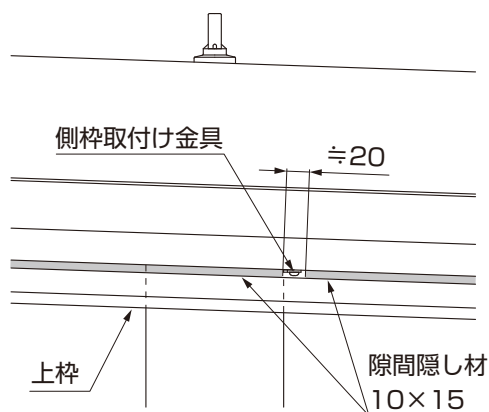

図5-3
- 側枠取付け金具の位置では、隙間隠し材とのすき間を20mmあけます。20mmのすき間ができるように隙間隠し材を切断してください。(図5-3参照)